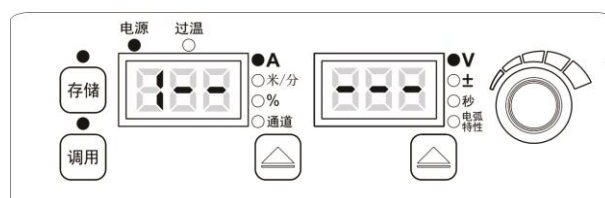

图 3-23 新密码设置界面
3. 在新密码设置界面下，数码管显示“1- - - -”，如图 3-23 所示，调节焊接电源面板旋钮，逐位输入新密码并按**调用**键确认。